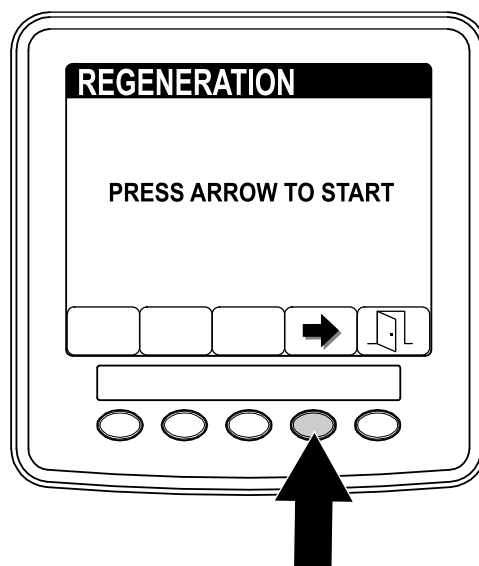

Figura 51
3. No ecrã de regeneração, prima o botão 4 para iniciar o processo de regeneração (Figura 51).